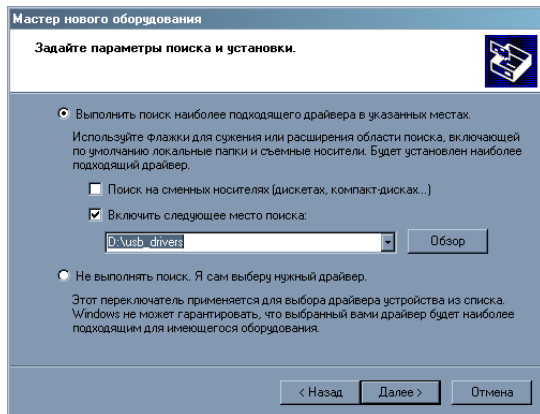

Рисунок 3
4.1.5. В появившемся окне выбора путей поиска драйвера (рисунок 3) выбрать «Выполнить поиск наиболее подходящего драйвера», снять флажок «Поиск на сменных носителях...», установить флажок «Включить следующее место поиска:», с